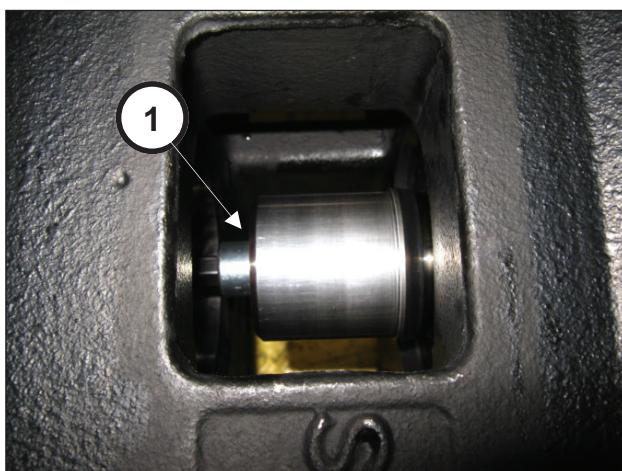

Fig. 36
Acione o pinhão até que o dente da ferramenta entre completamente na junta do óleo (pos. ①, Fig. 36). Continue girando o pinhão até a completa extração da junta do óleo (pos. ①, Fig. 37).